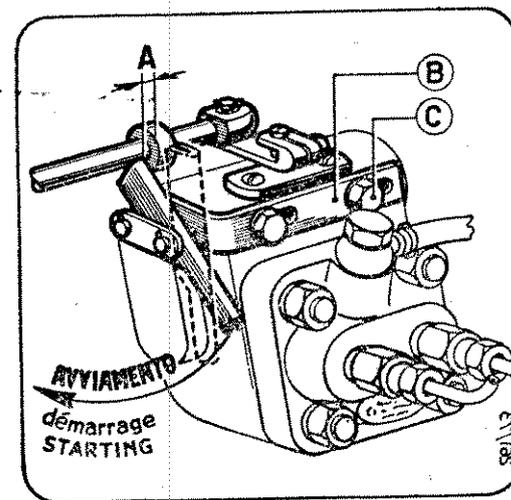

Fig. 8 - LEVETTA SUPPLEMENTO COMBUSTIBILE
- 1) Dare il supplemento combustibile abbassando la levetta nella posizione di **avviamento** (come indicato nella fig. 8).
- 2) Dare il supplemento combustibile abbassando la levetta nella posizione di **avviamento** (come indicato nella Fig. 8).
Se l'accoppiamento è corretto il motore, marciando al suo regime normale ed a pieno carico, dovrà avere uno scarico praticamente incolore; inoltre l'anello di riscontro dell'asta comando pompa iniezione dovrà presentare un certo gioco A) rispetto alla levetta del supplemento combustibile (Fig. 8).